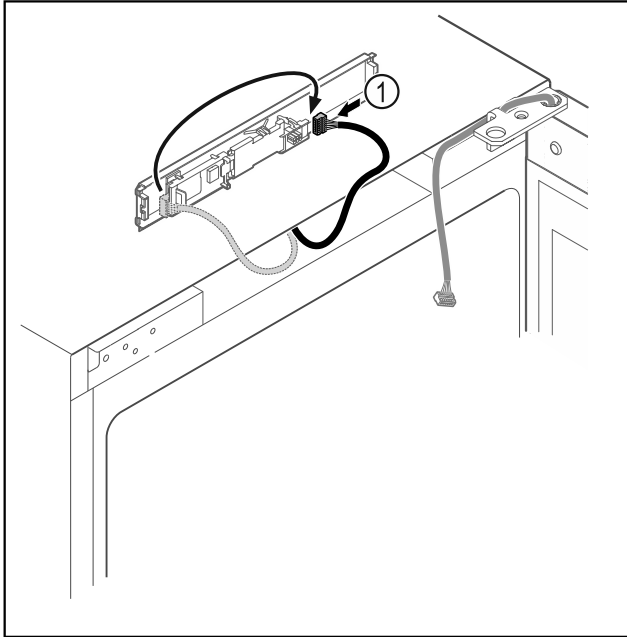

Fig. 14
- Stekker Fig. 14 (1) op printplaat verwisselen.